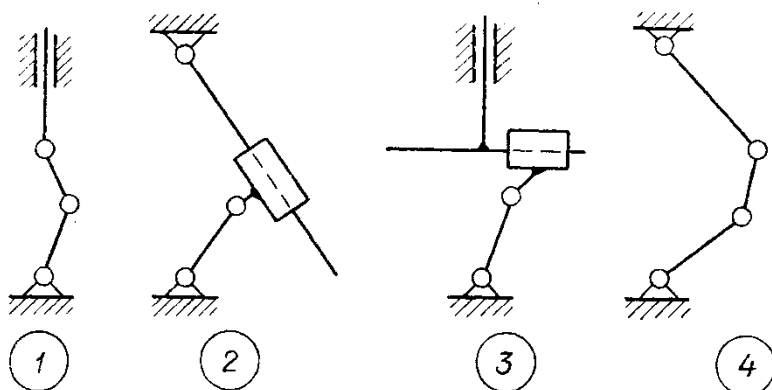
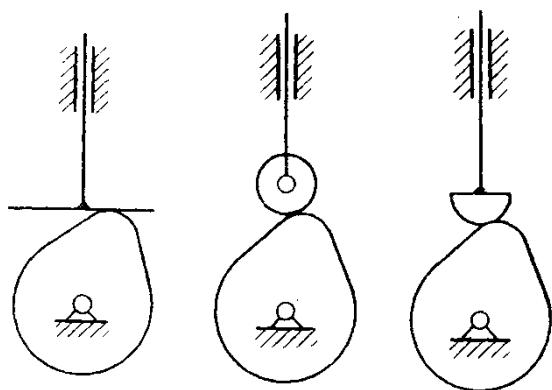

рис.2.9.
рис. 2.10. 11, 12,
55. Какая из четырех схем на рис. 2.9 является структурно схемой кулачкового механизма, изображенного на рис. 2.10?
56. Какая из четырех схем на рис. 2.9 является структурно схемой кулачкового механизма, изображенного на рис. 2.11?
57. Какая из четырех схем на рис. 2.9 является структурно схемой кулачкового механизма, изображенного на рис. 2.12?
58. Какая из четырех схем на рис. 2.9 является структурной схемой кулачкового механизма, изображенного на рис. 2.13?
59. Какая из четырех схем на рис. 2.9 является структурной схемой кулачкового механизма, изображенного на рис. 2.14.